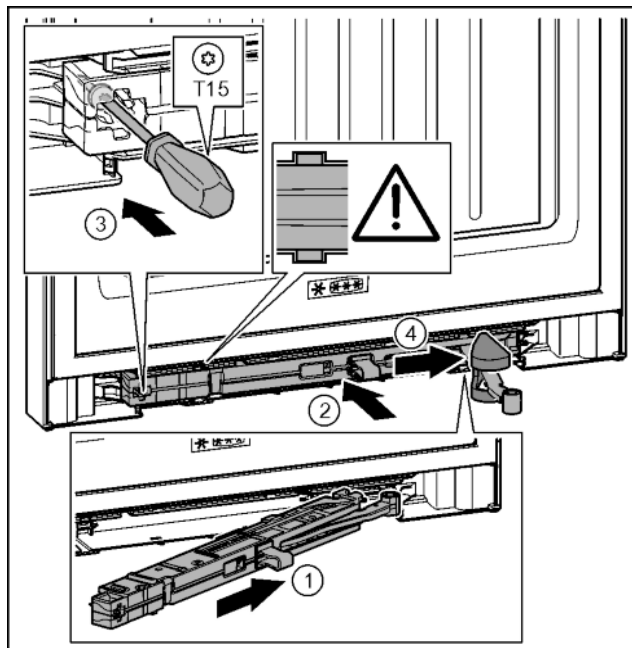

Fig. 39
- Inclinando nell'incavo spingere l'unità dell'ammortizzatore di chiusura sul lato del blocco di supporto fino alla battuta. Fig. 39 (1)
- Spingere l'unità dell'ammortizzatore di chiusura completamente nell'incavo. Fig. 39 (2)
- Stringere la vite con un cacciavite T15. Fig. 39 (3)
- Spingere la copertura sullo snodo. Fig. 39 (4)